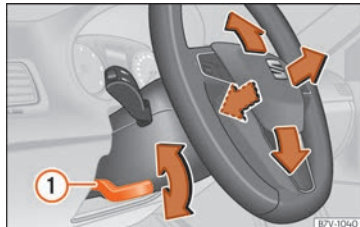

Abb. 26 Lenkradposition mechanisch einstellen.
- Hebel nach unten » » **Abb. 26** ① bewegen.